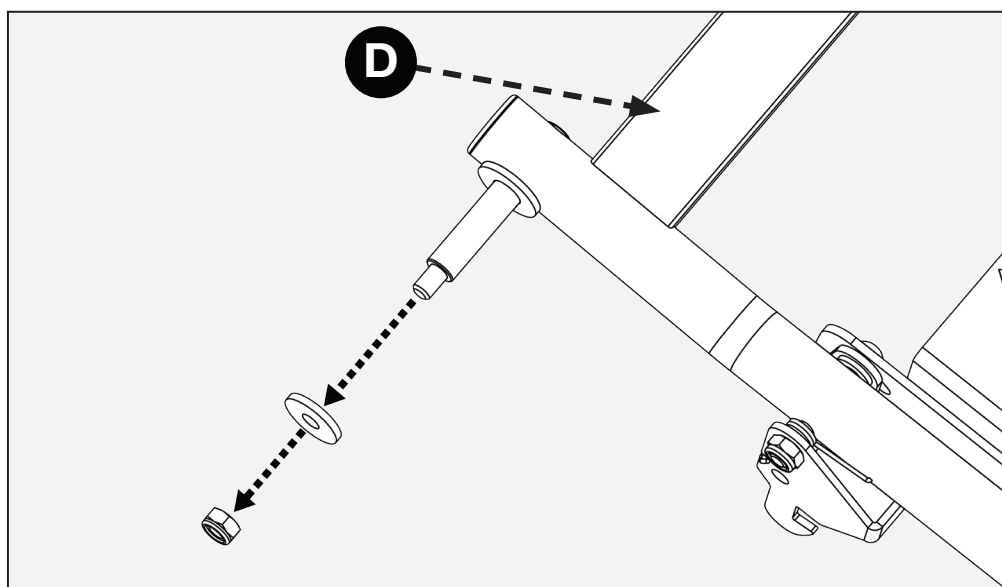

FIGURE 6
Retirer l'écrou et la rondelle de chaque essieu sur l'ensemble de la pédale (D) comme le montre la figure 6.